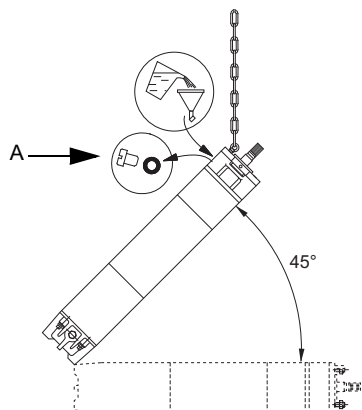

Fig. 4 Poziția motorului în timpul umplerii - MMS
1. Poziționați motorul la un unghi de 45° cu partea superioară a motorului în sus. Vezi fig. 4.
2. Desfaceți bușonul (A) și puneți o pâlnie în orificiu.
3. Turnați apă de la robinet în motor până lichidul din motor începe să deverseze la bușon (A).